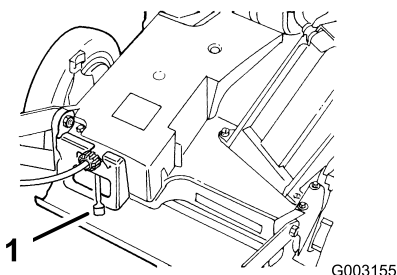

Figure 17
4. Placez la commande de vitesse de déplacement en position point mort (N) (Figure 17).
La commande de vitesse de déplacement se trouve derrière le couvercle de courroie (Figure 17).